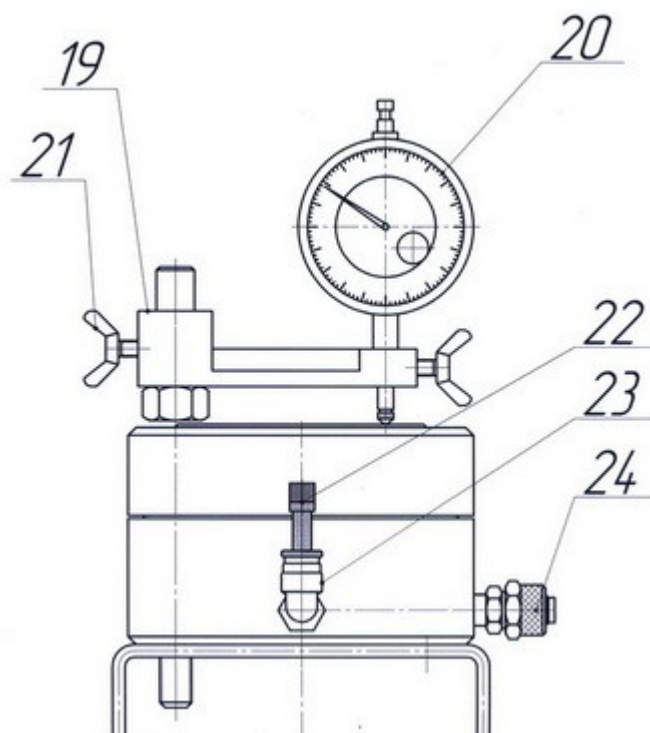

Рис. 3
5.2. Одометр в собранном виде (Рис. 3) устанавливается на основание прибора.
5.5. Дренажная система состоит из воронки и ПВХ трубки 10х1 (поставляется в сборе), а также штуцера поз. 24 (Рис. 3) и. Кроме того, в одометр вкручен угловой штуцер поз. 23, закрытый Заглушкой поз. 22. Они предназначены для более лучшего водонасыщения сложных грунтов. Для использования, необходимо убрать Заглушку поз. 22 согласно **Рис. 5**. Схема монтажа ПВХ трубки указана на **Рис. 6**.
Наденьте на индикаторные стойки, кронштейны поз. 19 (Рис. 3), с закреплёнными в них индикаторами поз. 20. Перемещайте кронштейны по стойкам до тех пор, пока стрелки индикаторов не окажутся около нуля. Закрепите кронштейны на стойках винтами поз. 21.
- 8.5. Перед приложением нагрузки, проба смачивается водой. Для этого, при необходимости, удалите заглушку поз. 22 (Рис. 3) В воронку установленную в опоре поз. 9 (Рис. 1), осторожно вливайте воду. Вода не должна идти полным сечением трубки.